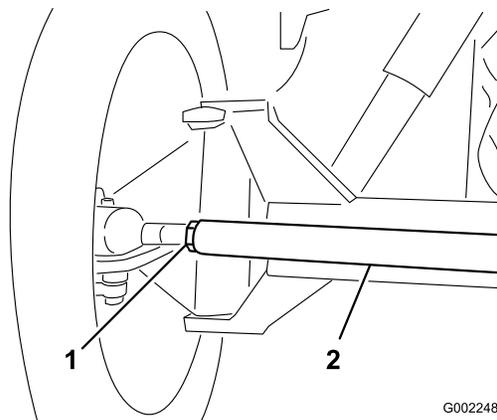

图84
3. 如果测量值超出规定的范围、请松开横拉杆两端的锁紧螺母（图84）。